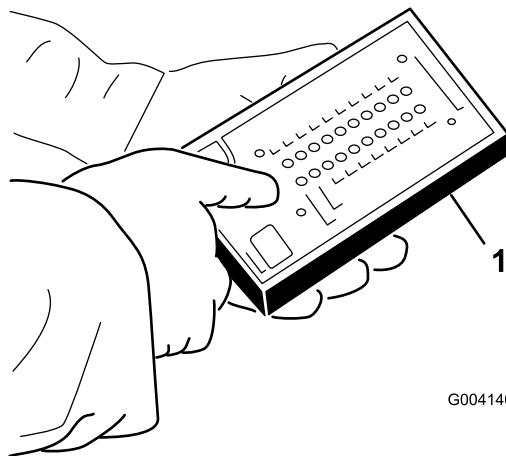

図 19
4. 故障診断 ACE ディスプレイを打ちのコネクタを診断用コネクタに接続する図19。